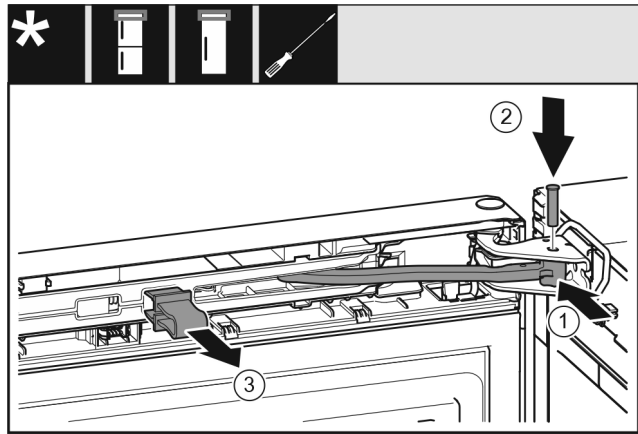

Fig. 23
- Ktheni menteshën Fig. 23 (1) në bazamentin mbështetës.
- Vendosni bulonin Fig. 23 (2) në bazamentin mbështetës dhe në menteshë. Këtu bëni kujdes që gunga ndaluese të futet saktësisht në kanal.
- Hiqni siguresën Fig. 23 (3).